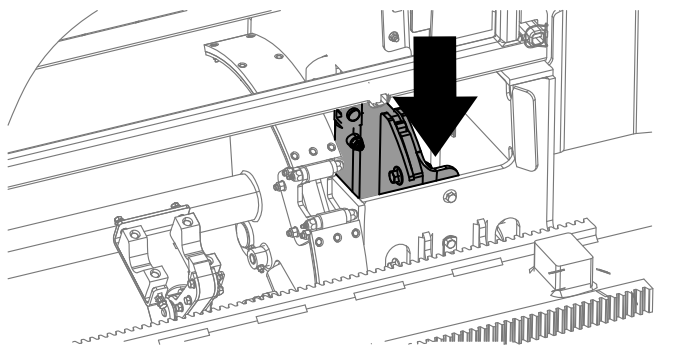

Figura 28
3. Pressione a parte inferior do seletor basculante (Figura 27) até que o conjunto do came seja rotacionado para a fileira selecionada e o elevador diminua a haste em direção à abertura (Figura 28).